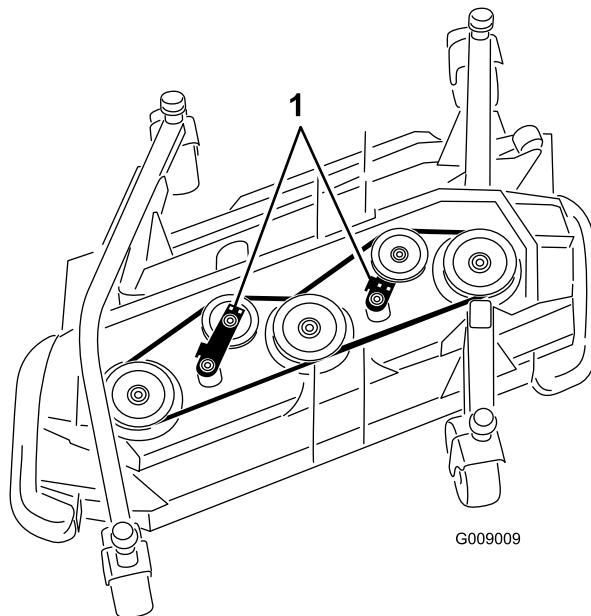

Figura 85
- Usando una llave de carraca u otra herramienta similar, aleje las poleas tensoras (Figura 85) de la correa de transmisión para aliviar la tensión de la correa y poderla retirar de las poleas.